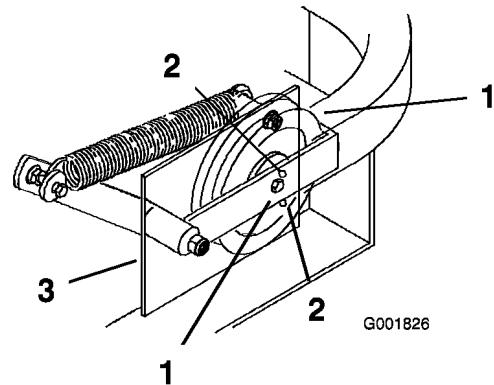

Figure 57
Important: Vérifiez que la courroie est bien en place dans les guides avant et arrière (Figure 57).
4. Vérifiez la tension de la courroie. Le boulon central de la poulie de tension rappelée par ressort doit se trouver près du trou d'alignement supérieur de la plaque de support gauche (Figure 57).